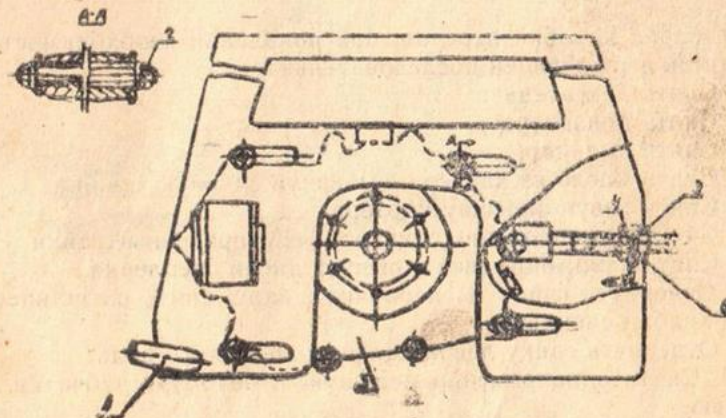

Рис. 7. Схема натяжения цепной передачи с двигателя на редуктор:
1. Ослабить гайки крепления редуктора 2 и гайку 4 (см. рис. 7) и, закручивая гайку 3, довести натяжение цепи до нормального. Нормально натянутая цепь должна иметь провисание на се-